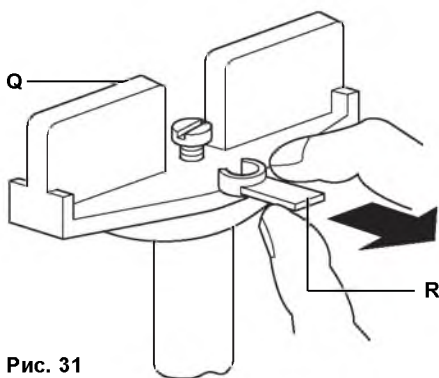
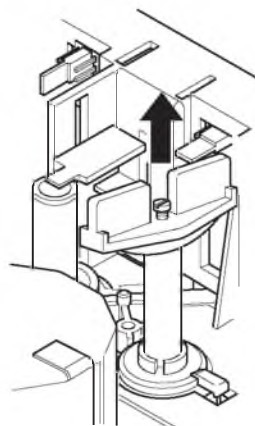

Рис. 31
Рис. 32
Снимите стопор (**R**) (Рис. 31), потяните пружинную ручку (**Q**) вверх и освободите механизм (см. Рис. 32). Не выбрасывайте стопор (**R**), он может еще пригодится в будущем.
4. Поворачивайте ручку (Q) (Рис. 31) до тех пор, пока шток не окажется в среднем положении.